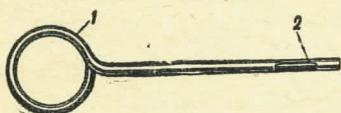

Рис. 23. Протирка;
1) **протирку** (рис. 23) для чистки и смазки канала ствола и камор барабана; протирка имеет ушко для продевания в него пакли или тряпки и кольцо для держания протирки при чистке;